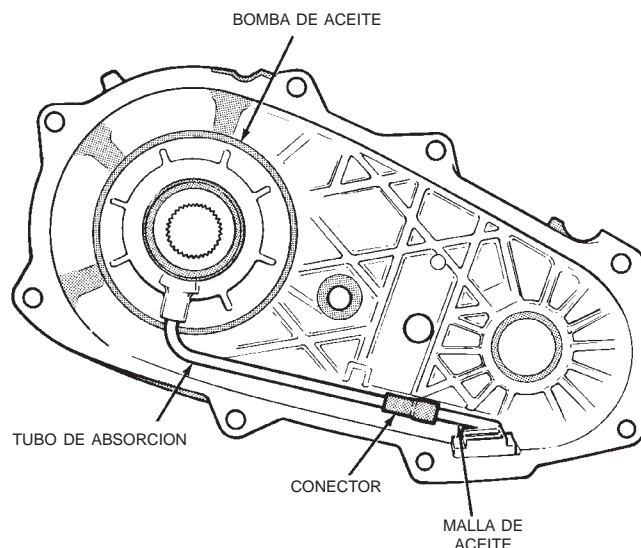

Fig. 85 Instalación de la malla y el tubo de absorción de aceite
(1) Inserte el tubo de absorción de aceite en la bomba de aceite y fije la malla de aceite y la manguera de conexión al tubo de absorción. A continuación, instale la bomba ensamblada, el tubo y la malla en la caja trasera (Fig. 85). Asegúrese de que la malla se asiente en la muesca de la caja, tal como se muestra.